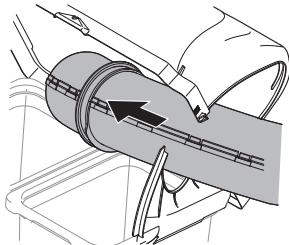

Figure 28
- Soulevez le couvercle du bac récupérateur, puis installez la goulotte supérieure dans l'ouverture comme indiqué dans la Figure 28.